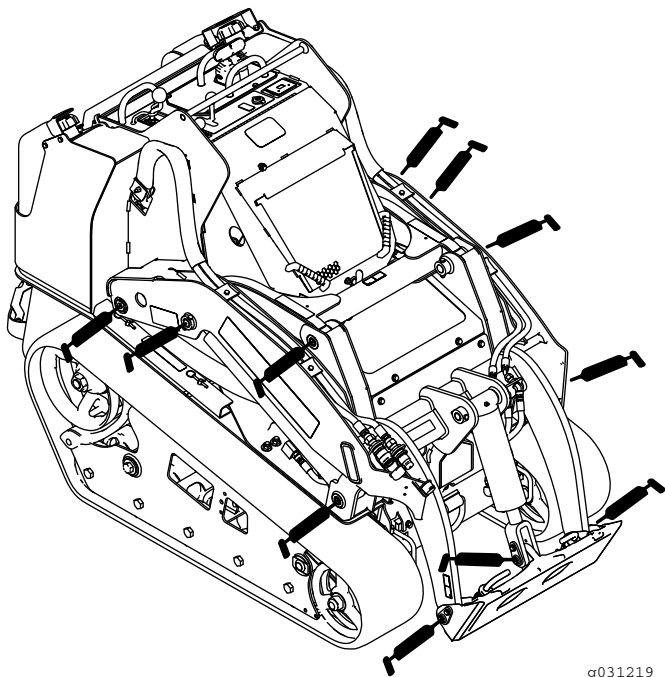
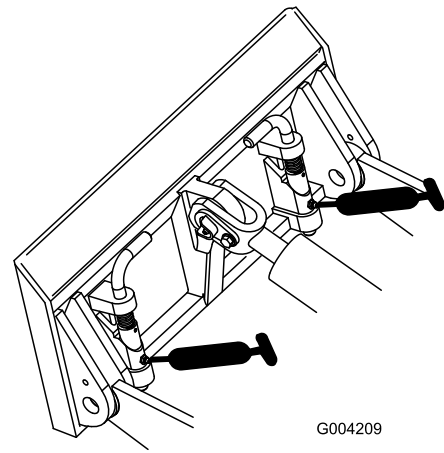
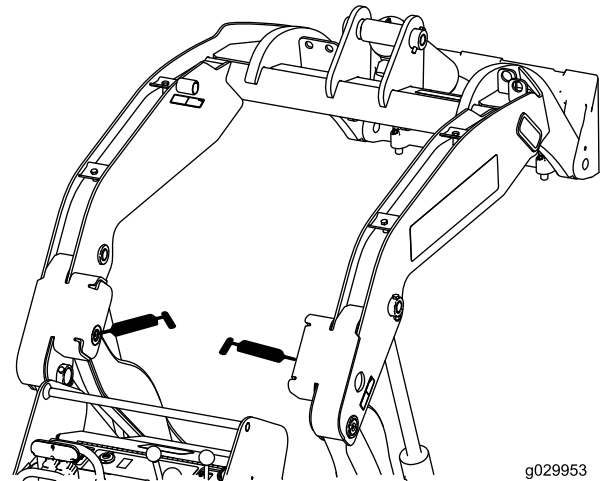

Bild 38
Bild 39
Bild 40
4. Setzen Sie eine Fettpresse an allen Nippeln an (Bild 38, Bild 39 und Bild 40).
**Hinweis:** Heben Sie die Hubarme an, bevor Sie die Schmiernippel in Bild 40 einfetten.